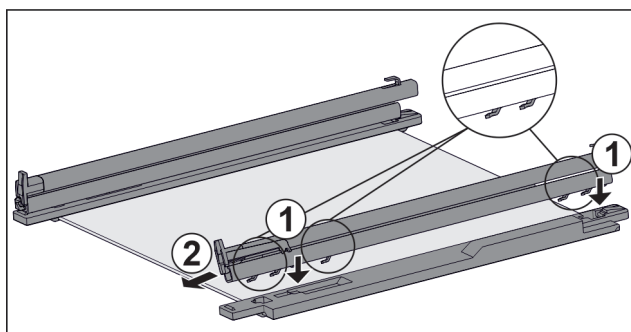

Fig. 131 Sklenená doska s koľajničkami a prídržnými dielmi
- ▶ Nasadte háky kolajničky na otvory **ľavého** pridrzného dielu. Fig. 131 (1)
- ▶ Potiahnite kolajničku dopredu. Fig. 131 (2)
- ▶ Nasadte háky kolajničky na otvory **pravého** pridrzného dielu. Fig. 131 (1)